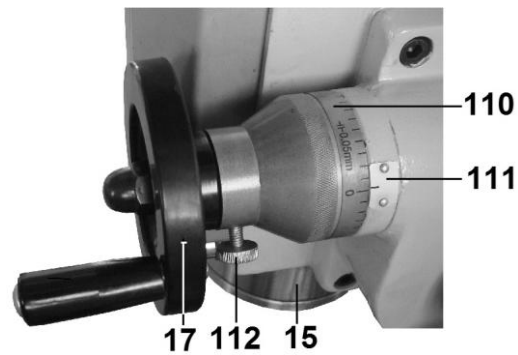

Рис. 43
10.9.13. Точная подача шпинделя (13) производится вращением маховика (17). Глубина подачи контролируется по указателю (111) на шкале лимба (110), (1 деление = 0,05 мм). Для обнуления показания необходимо винтом (112) ослабить его фиксацию (Рис. 43).